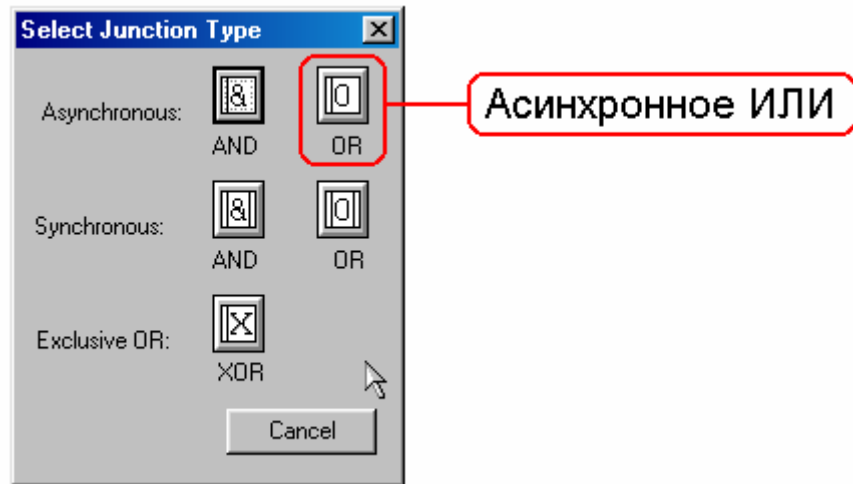

Рисунок 8.12 – Перекресток типа "асинхронное ИЛИ"
12. Внесите два перекрестка типа "асинхронное ИЛИ" с помощью кнопки  на палитре инструментов (рисунок 8.12).